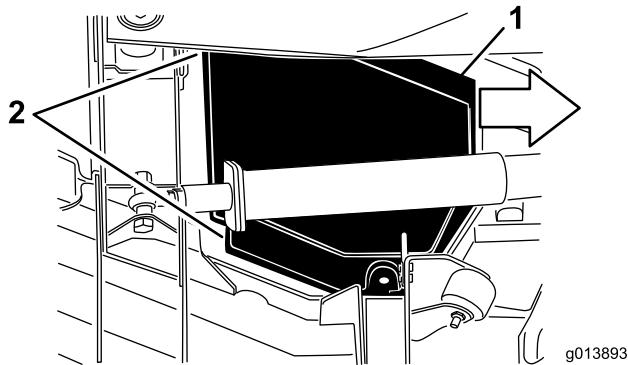

図 46
- カバーを持ち上げながら、トラクションユニット側に約2.5cmほど引き出すと、外側カバーのエッジがデッキから外れる 図 46。